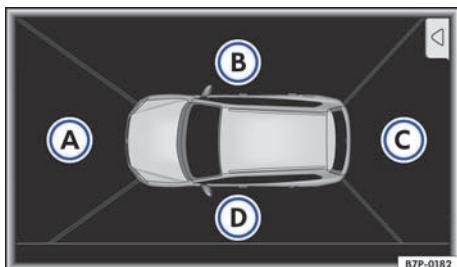

图 191 车周视野显示：鸟瞰图
可以在 4 个不同的摄像头图像显示 (View) 之间选择 ⇒ 图 191：
⇒ 图 191，通过短促按压汽车 (在区域
通过短促按压鸟瞰图 ⇒ 图 191 Ⓢ 至 Ⓢ 内的各个区域或微型鸟瞰图 ⇒ 图 192 Ⓢ，可以选择相应的摄像头图像显示。
- 鸟瞰图 (Bird-View)：环视汽车周围环境 ，包括越野行驶时 。此鸟瞰图通过整个屏幕显示 ⇒ 图 191。
手动接通显示：	按压按钮 ⇒ 图 193。在信息娱乐系统屏幕上打开鸟瞰图 ⇒ 图 191。车速超过约 15 km/h (9 mph) 时按压按钮不显示图像。